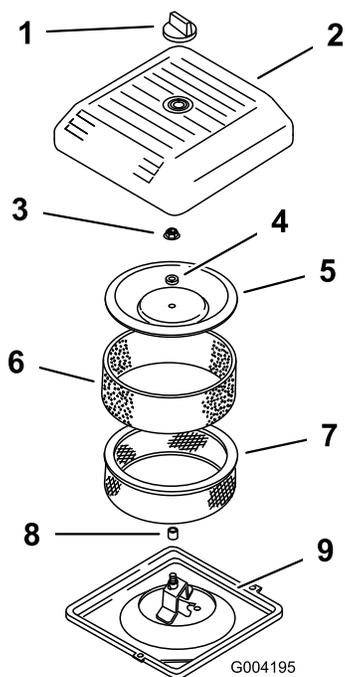

Figure 40
3. Dévissez les boutons du couvercle et déposez le couvercle du filtre à air (Figure 40).
- Sortez délicatement le préfiltre en mousse de l'élément en papier (Figure 40).
- Dévissez l'écrou du couvercle et retirez le couvercle, l'entretoise et l'élément en papier (Figure 40).
- Posez le filtre à air sur sa base (Figure 40).
- Installez le couvercle intérieur, avec l'entretoise, et fixez-le en place avec l'écrou (Figure 40). Serrez l'écrou à 11 N·m.
- Reposez le couvercle du filtre à air et fixez-le en place avec le bouton (Figure 40).